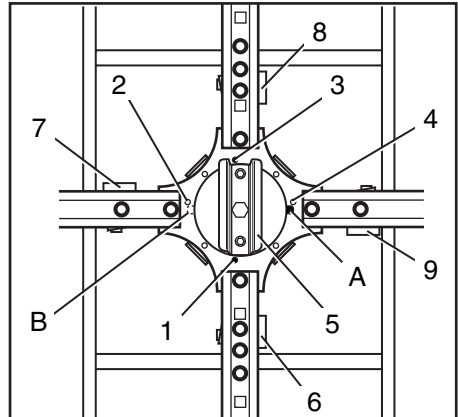

Bild 24.2 Schienenweiche
**ACHTUNG** Darauf achten, daß die Stifte wie in Bild 24.2 Ortszahl 1 und 3 eingeschraubt sind. Der Stift (24.2/B) muß entfernt sein.